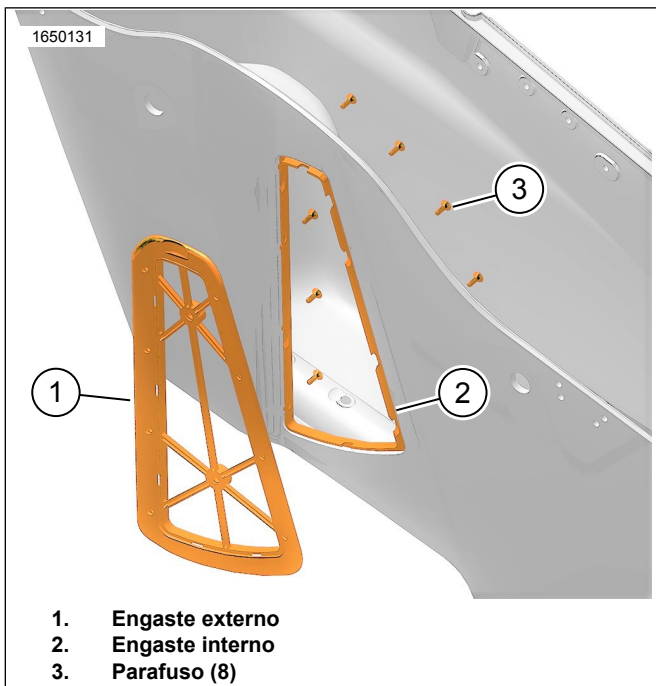
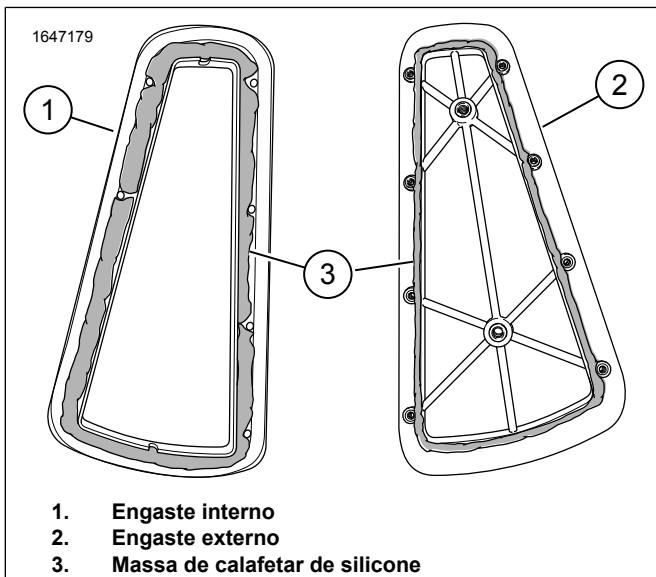

Figura 11. Teste do encaixe dos engastes
Figura 12. Engastes
5. Ver a Figura 11. Testar o ajuste interno (2) e externo (1) dos engastes no alforge.
- a. Instalar e apertar ligeiramente os parafusos (8).
7. Ver a Figura 12. Aplicar a massa de calafetar de silicone (3) no interior (1) e no exterior dos (2) moldes.
8. Ver a Figura 11. Instalar os engastes internos (2) e externos (1) no alforge.
- a. Instale os parafusos (3).